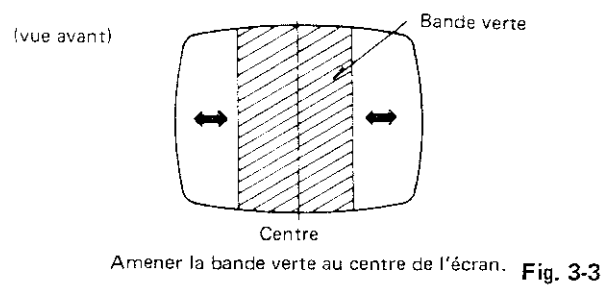

Fig. 3-3
4. Tourner le régleur de coupure du vert sur sa position maximum et les régleurs de coupure du bleu sur leur position minimum. Ajuster ensuite le régleur d'écran pour que la bande verte puisse être réglée de façon optimale. (figures 3-3).